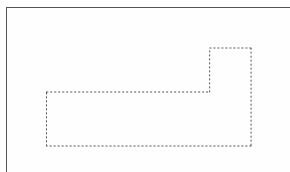

图 15-51 选中所有线段
(5) 按照提示, 依次选择所有的线段, 如图 15-51 所示。
(6) 按 **Enter** 键结束 **pedit** 命令, 就可以将选取的所有线段改变成单一的多段线对象。